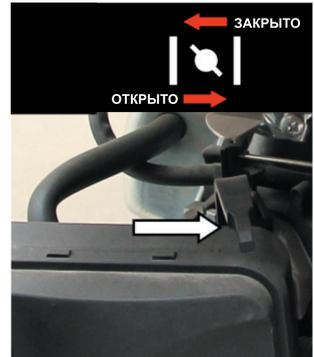

Рис.17
4. После прогрева двигателя плавно переведите рычаг воздушной заслонки в положение «Открыто» (рис. 17). При повторном пуске, когда двигатель прогреет, воздушную заслонку использовать не нужно.